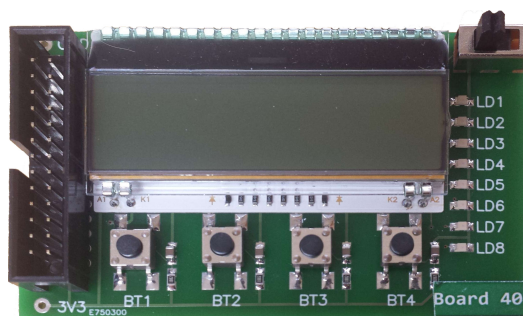

FIGURE 9 – Carte électronique boutons-**LED-LCD** [10]
- Une carte de contrôle à 4 boutons et 8 **LEDs**, voir figure 9.